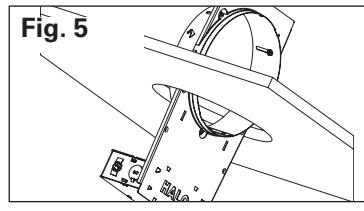

Fig. 5
3. Cut hole in ceiling: For PR6, hole diameter should be 7.25". Install rough-in section through hole. (FIG. 5)
3. Découpez un trou dans le plafond : pour le PR6, le diamètre du trou doit être de 18,4 cm (7,25 po). Installez le module brut dans le trou. (FIG. 5)
3. Corte un hueco en el cielo raso: Para PR6, el diámetro del hueco debe ser de 7.25" (18,4 cm). Instale la sección oculta a través del hueco. (FIG. 5)